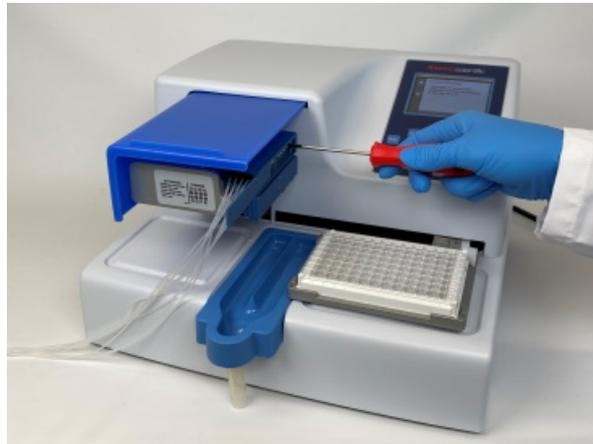

Abbildung 6–59. Abdeckung der Kalibrierschraube offen
6. Öffnen Sie die Abdeckung der Kalibrierschraube (Abbildung 6–60) am Oberteil der Kassette.